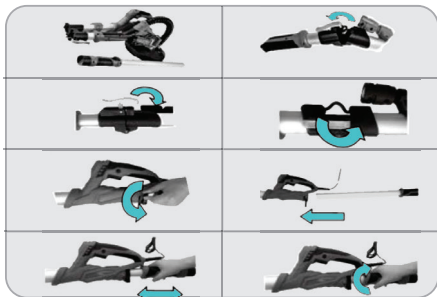

Fig.2
- Reglați lungimea manerului și strângeți butonul de reglare. (Fig.2)